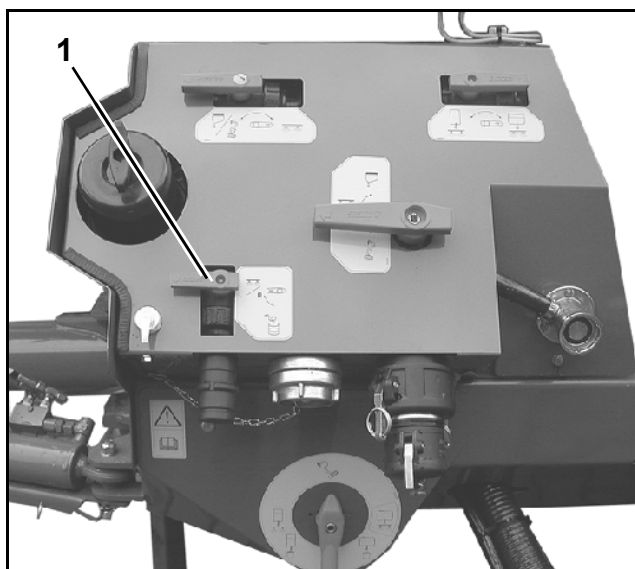

Fig. 10.13
- Pivotez le robinet multivoies sur la position représentée (fig. 10.13).